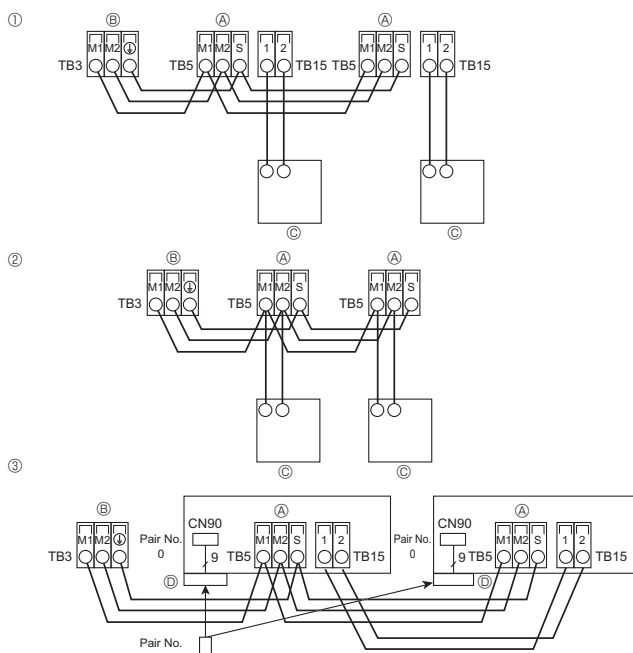

Fig. 4-3
4.4. Подсоединение пульта дистанционного управления, кабелей передачи внутри и снаружи (Fig. 4-3)
① Пульт дистанционного управления "MA"
② Пульт дистанционного управления "M-NET"